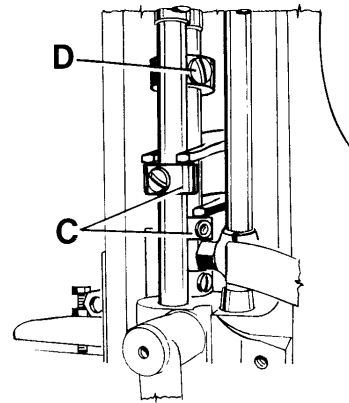

Fig. 22
On the two thread double locked stitch machines, the height of the looper thread take-up (A, Fig. 22) is set so that the cast-off hook (C) forces the looper thread over the corner (B) of the looper thread take-up (A) at the time the point of the descending needle is flush with the lower edge of looper or projects up to 1 mm (0.040 in.) below the lower edge of looper.
For setting the looper thread take-up loosen screw (D, Fig. 22). When the needle point is positioned above the lower edge of looper, the looper thread take-up (A) has to be raised accordingly. When the needle point is positioned more than 1 mm (.040 in.) below the lower edge of looper the looper thread take-up (A) has to be lowered accordingly. Retighten screw (D).
Bei den Zweifaden-Doppelkettenstich-Nähmaschinen wird die Höhe des Greiferfadenaufnehmers (A, Fig. 22) so eingestellt, daß der Greiferfadenabzugshaken (C) den Greiferfaden zu dem Zeitpunkt über die Ecke (B) am Greiferfadenaufnehmer (A) abwirft, wenn die Spitze der sich nach unten bewegenden Nadel mit der Unterkante des Greifers bündig ist oder bis zu 1 mm unterhalb der Greiferunterkante steht.
Zur Einstellung des Greiferfadenaufnehmers lösen Sie die Schraube (D, Fig. 22). Steht die Nadelspitze oberhalb der Greiferunterkante, muß der Greiferfadenaufnehmer (A) entsprechend höher gestellt werden. Steht die Nadelspitze mehr als 1 mm unter der Greiferunterkante, muß der Greiferfadenaufnehmer entsprechend tiefer gestellt werden. Ziehen Sie die Schraube (D) wieder an.